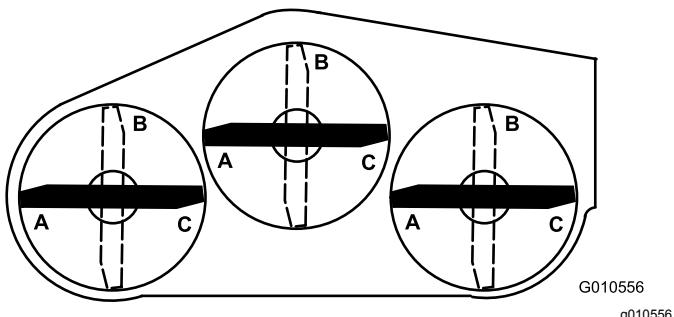
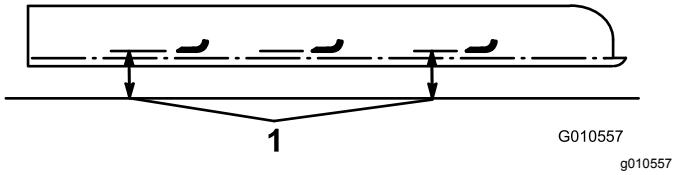

Figura 27
Figura 28
6. Posizionate le 3 lame in posizione A (Figura 27), misurate dalla superficie piana alla parte
inferiore dell'estremità della punta di ogni lama (Figura 28) e annotate la misura rilevata.
7. Ruotate le lame in posizione B (Figura 27), misurate la distanza delle lame dalla superficie piana e annotate le dimensioni (Figura 28).
8. Ruotate le lame in posizione C, misurate e annotate la distanza rilevata (Figura 27 e Figura 28).